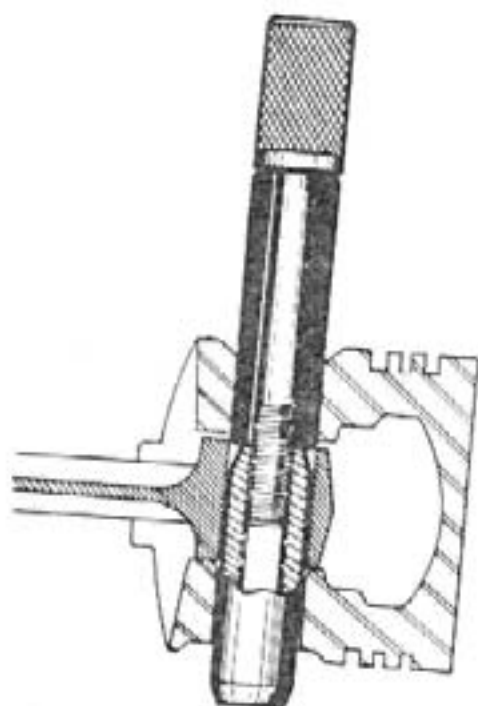

fig. 21 — colocação do pino do êmbolo dentro da biela
4. Introduzir o conjunto pino centralizador, pino do êmbolo e pino rosqueado no êmbolo instalando simultaneamente a biela (fig. 21).